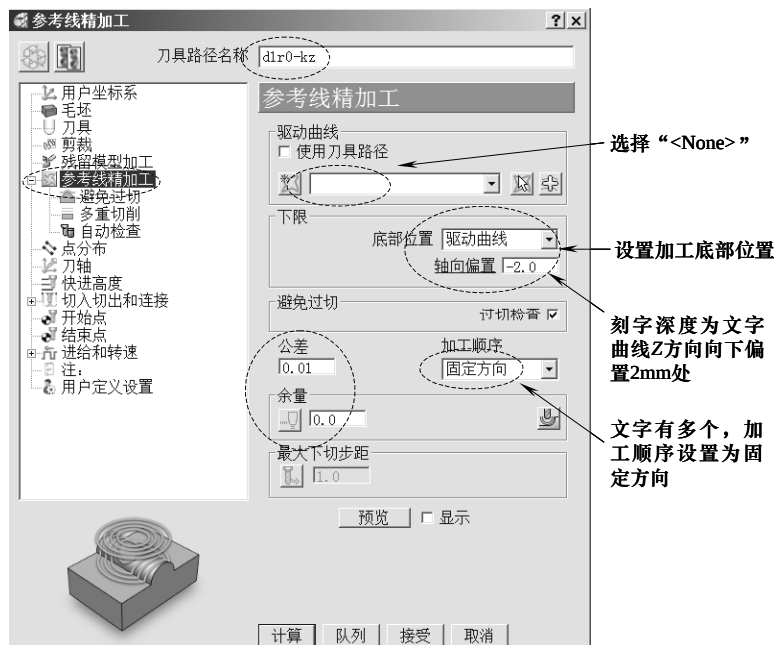

图 2-83 设置雕刻文字参数
1) 计算文字加工刀具路径：在 PowerMILL “综合”工具栏中，单击“刀具路径策略”按钮，打开“策略选取器”表格，选择“精加工”选项，在该选项卡中选择“参考线精加工”，单击“接受”按钮，打开“参考线精加工”表格，按图 2-83 所示设置雕刻文字参数。